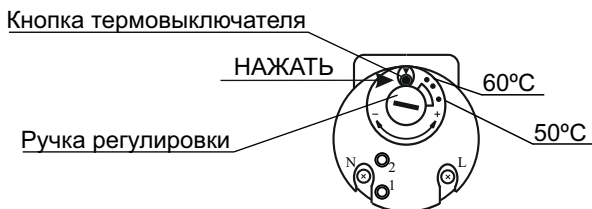

Рисунок 1 - Лицевая панель терморегулятора со встроенным термовыключателем без самовозврата для моделей **3W30V, 3W40V, 3W50V, 3W60V, 3W80V**
- в ЭВН моделей **3W30V, 3W40V, 3W50V, 3W60V, 3W80V** отключить ЭВН от электросети, снять защитную пластмассовую крышку и повернуть ручку регулировки (поворотом ручки против часовой стрелки температуру увеличивают, поворотом ручки по часовой стрелке - уменьшают, см. рисунок 1);